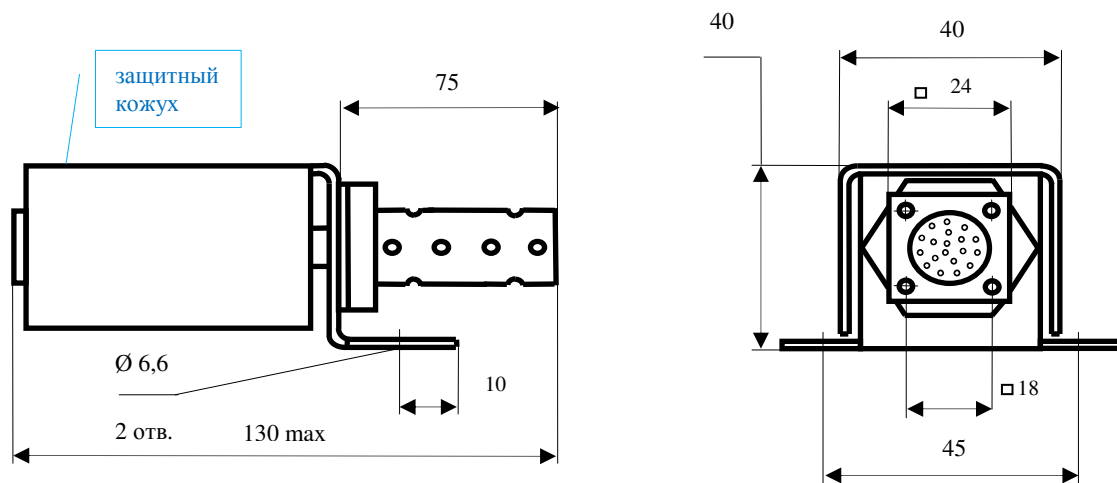

Рисунок 1. Термопреобразователь ТСП 001-04 с 19 штырьковым разъемом
- Внешний вид и основные размеры термопреобразователя представлены на рис. 1.